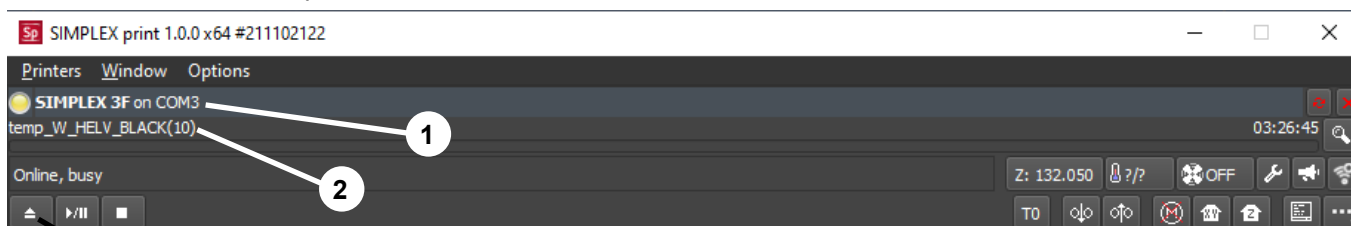

Fig. 67
- ♦ La SIMPLEX est affichée dans la barre d'état (1, Fig. 67)
- ⇒ Sélectionnez et chargez le G-code en cliquant sur la touche de chargement (3, Fig. 67).
- ♦ Le nom de fichier correspondant s'affiche dans la barre d'état (2, Fig. 67).